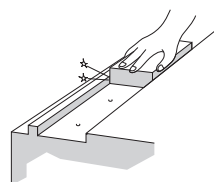

図6 取付面のチェック
- (1) LMガイドの相手機械取付面のバリ、打痕およびごみなどを組付前に必ず取除きます。(図6)